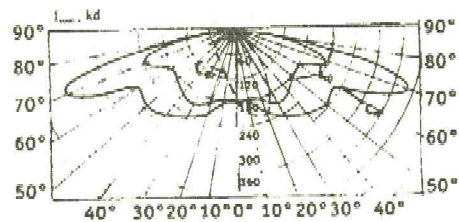

Рис.2
2.1. Распределение силы света светильников показано на рис.2. Тип кривой силы света в горизонтальной плоскости - боковая, в вертикальной плоскости - широкая.